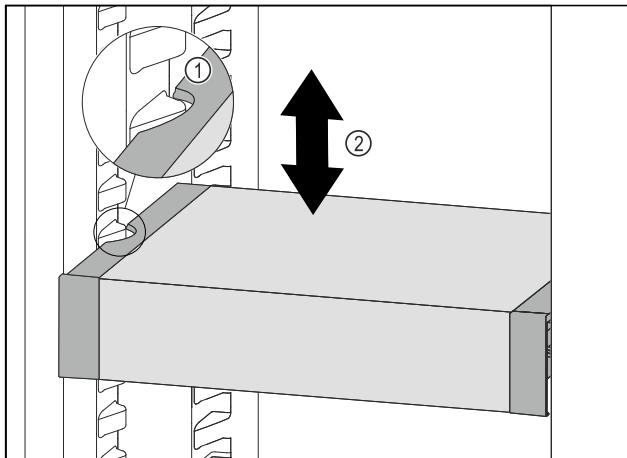

Fig. 73
- ▶ Изтеглете VarioSafe напред, докато страничните прорези на VarioSafe се намират на височината на реброто на съда в хладилната част. *Fig. 73 (1)*
- ▶ Преместете VarioSafe нагоре или надолу в хладилната част, докато се достигне желаната височина. *Fig. 73 (2)*